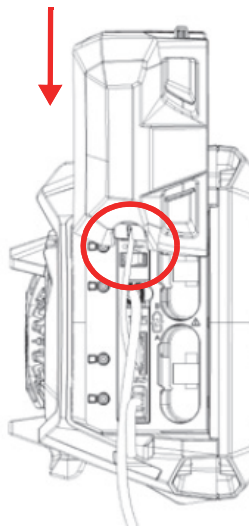

Figura 2-11 Scorrere lo sportellino sui cavi allineati
3. Assicurarsi che i cavi siano allineati in corrispondenza della fessura dello sportellino per applicazioni speciali e scorrere lo sportellino verso il basso. (Figura 2-11 a pagina 39).